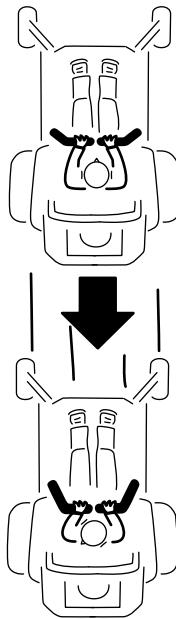

Bild 29
2. Ziehen Sie zum Rückwärtsfahren die Fahrantriebshebel langsam nach hinten (Bild 29).